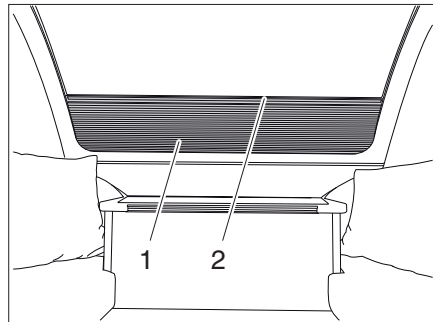

Fig. 40 Persiana oscurecedora enrollable para ventana delantera
- Cerrar:** ■ Tirar la persiana oscurecedora enrollable de la muesca (Fig. 40,2) hacia arriba.
- Abrir:** ■ Tirar la persiana oscurecedora enrollable (Fig. 40,1) de la muesca (Fig. 40,2) hacia abajo.